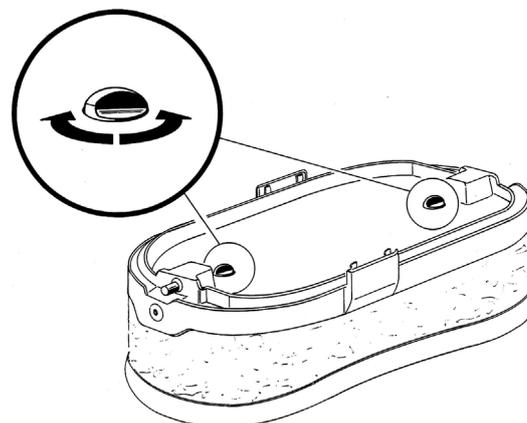

figure 2
**10** Il est possible de bloquer le couvercle en tournant les deux clefs placées sur le fond du couvercle même.(voir figure 2)